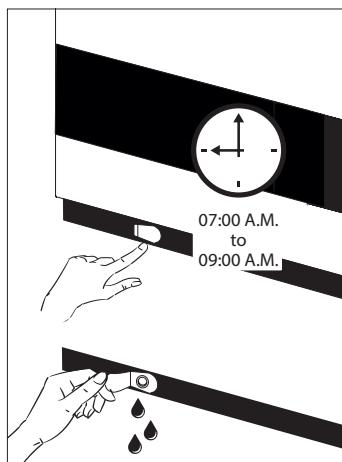

fig. 9
1. Coupez l'alimentation par le bouton MARCHE/ARRÊT (ON/OFF). Important! Coupez UNIQUEMENT l'alimentation du compartiment de vaccins. (Voir fig. 9)